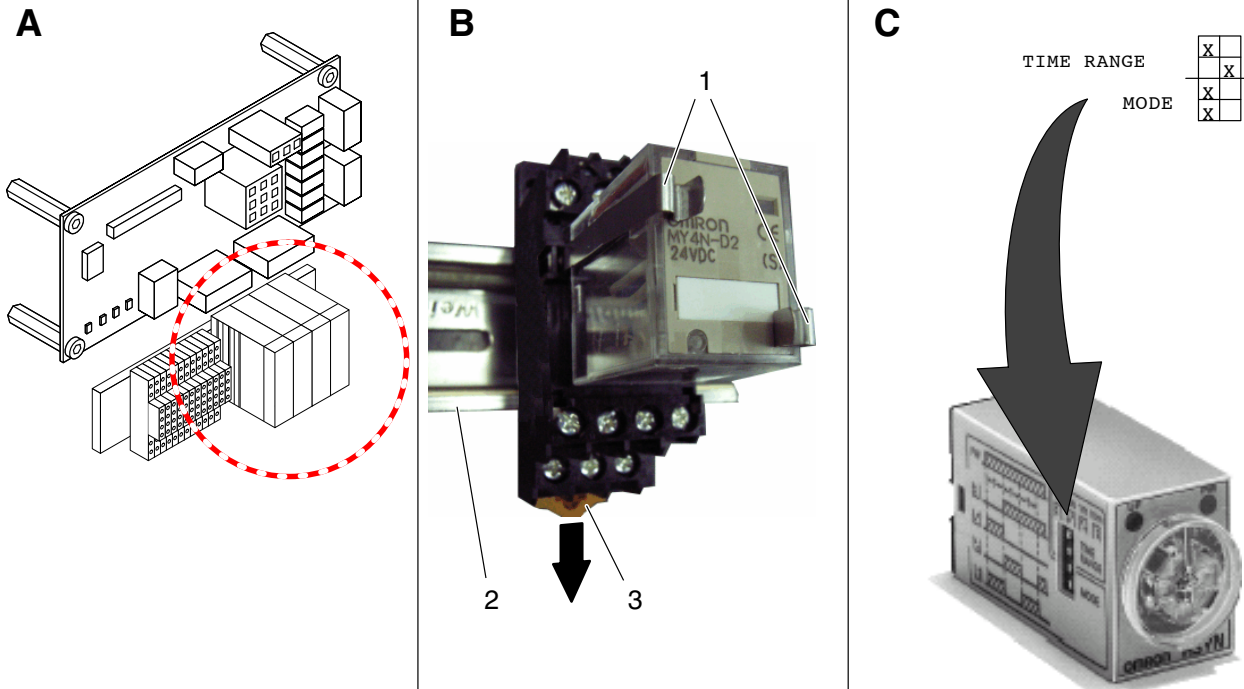

Abb. 3-4
1. Siehe Abb. 3-4, A: Relais *Container Empty* (-197K4, bis Baujahr November 2010: -197K3) im Schaltschrank lokalisieren.
2. Siehe Abb. 3-4, B: Haltebügel (1) lösen und Relais herausziehen.
3. Mit einem Schraubendreher Lasche (3) nach unten drücken und Relaissockel von Hutschiene (2) abnehmen.
6. Siehe Abb. 3-4, C: Sicherstellen, dass die Wahlschalter *Time range* und *Mode* am Zeitrelais eingestellt sind.